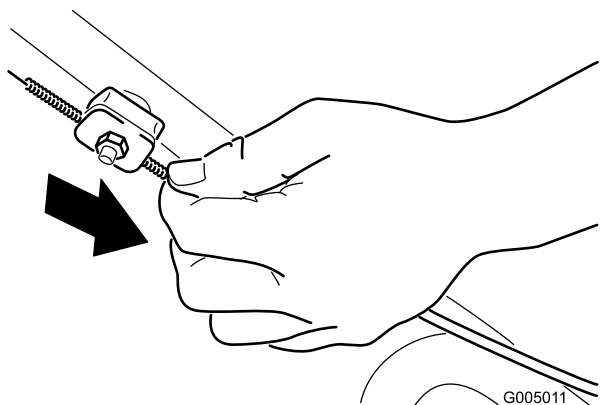

Рисунок 38
2. Вытягивайте оболочку троса (к газонокосилке), пока в тросе не появится слабина (Рисунок 38).